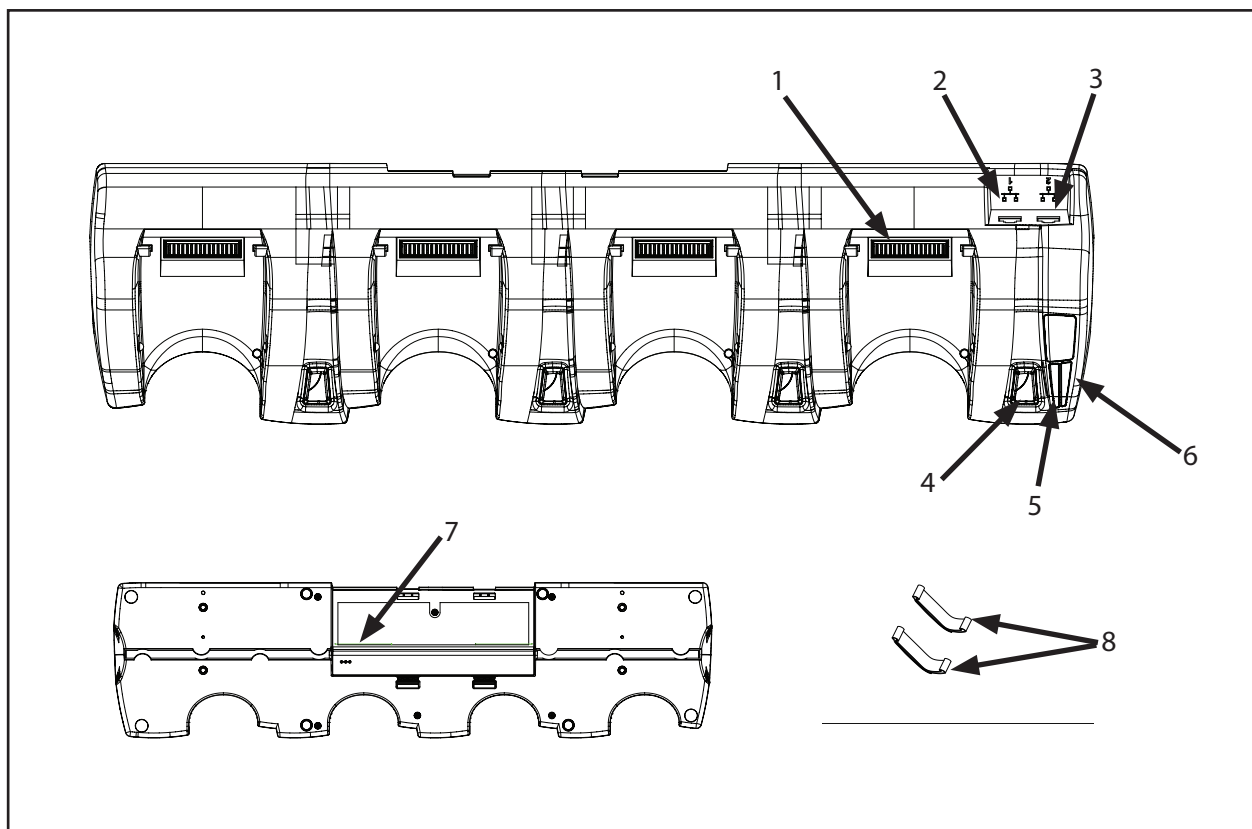

Рисунок 2. QLnEC4
2. Подключите адаптер питания к гнезду питания постоянного тока, расположенному снизу подставки (№7 на рис. 2).
4. Подключите кабель сети Ethernet к разъему сети Ethernet №1 (№2 на рис. 2), расположенному на задней панели подставки. Проследите за тем, чтобы кабель адаптера питания от сети переменного тока был проложен таким образом, чтобы исключить его повреждение. Чтобы избежать случайного соприкосновения проводов с острыми кромками, используйте соответствующие втулки и зажимы в местах прохождения проводов через отверстия.
5. Путем подключения к разъему сети Ethernet №2 (№3 на рис. 2) можно последовательно соединить до четырех (4) подставок.